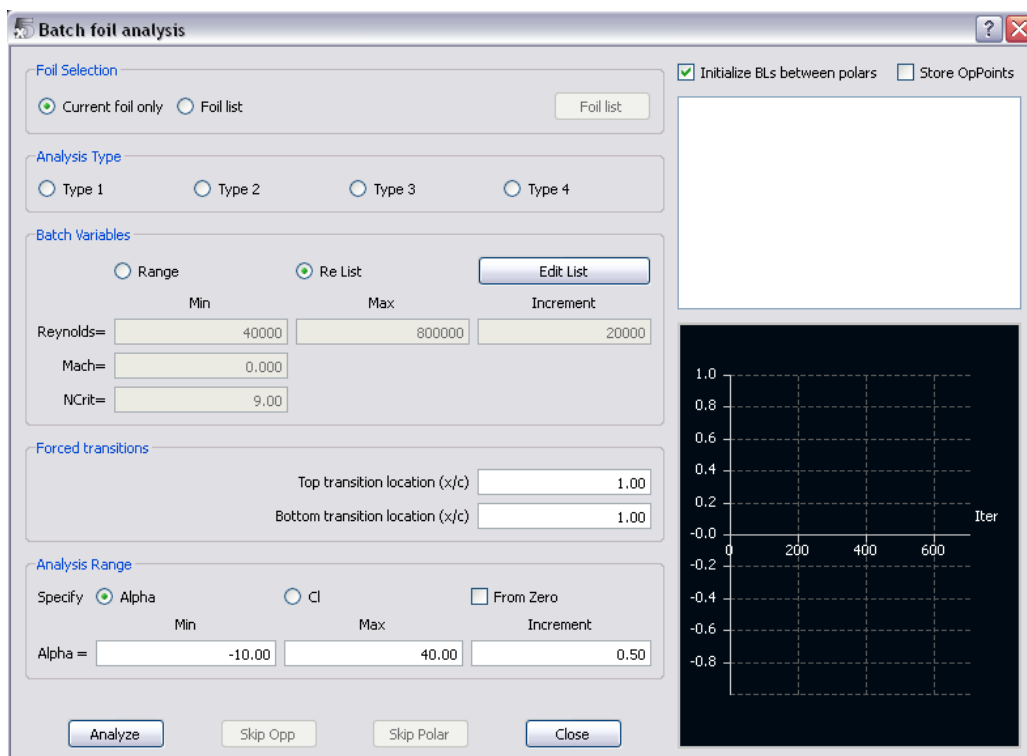

Figura C.1.5: Definición del análisis.
5. Tras realizar todo esto se pasa a definir el análisis que se quiere realizar, para ello se utilizará la opción **Batch Analysis** dentro del menú **Analysis**. Con esto se despliega el menú mostrado en la Figura C.1.5 en el cual se pueden elegir los diferentes parámetros del análisis como son el tipo, en este caso de usa el Type 1, el número de Reynolds y los ángulos de ataque para los que se quiere obtener las características.